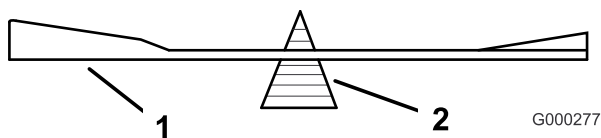
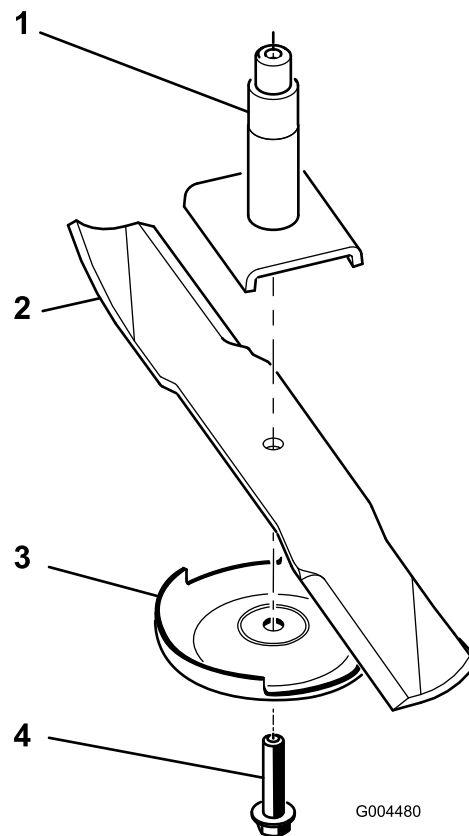

Figura 76
Figura 77
2. Retire del eje de la cuchilla el perno de la cuchilla, el protector de césped y la cuchilla (Figura 77).
2. Verifique el equilibrio de la cuchilla colocándola sobre un equilibrador de cuchillas (Figura 76). Si la cuchilla se mantiene horizontal, está equilibrada y puede utilizarse. Si la cuchilla no está equilibrada, rebaje algo el metal en la parte de la vela solamente (Figura 77). Repita este procedimiento hasta que la cuchilla esté equilibrada.
1. Instale la cuchilla en el eje (Figura 77).
2. Instale la placa protectora de césped y el perno de la cuchilla (Figura 77).